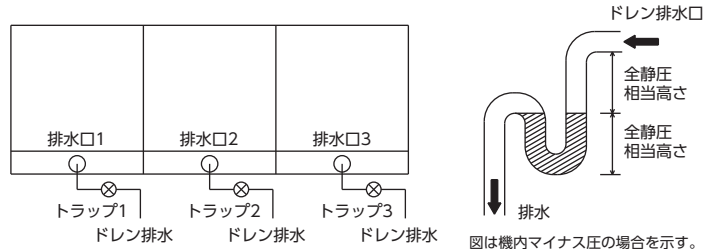

図6-3 ドレン配管施工及び水封トラップ高さ
- ドレン排水口の水封トラップ高さは最小限、ファンの全静圧分設けてください。空調機停止時、機内にドレン排水が滞留しないようトラップの高さに注意してください。(図6-3参照)
- ドレン排水管の集合接続など、管内の圧力によって排水が逆流するおそれがある施工を行わないでください。(ドレン排水管には排水口それぞれに封水トラップを設け別々に配管してください。)(図6-3参照)